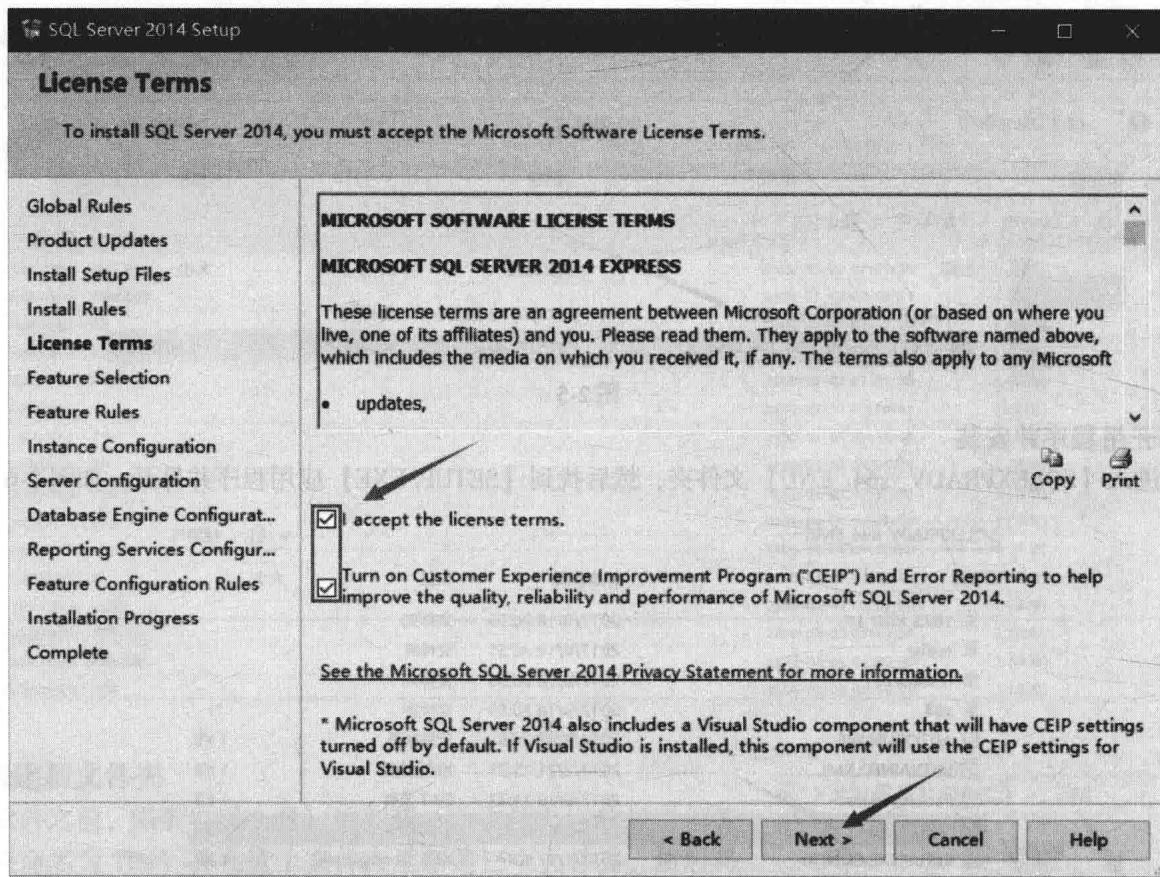

图 2-8
(3) 单击后弹出【License Terms】对话框，并在对话框中标记的地方进行勾选，然后单击【Next】按钮，如图 2-8 所示。